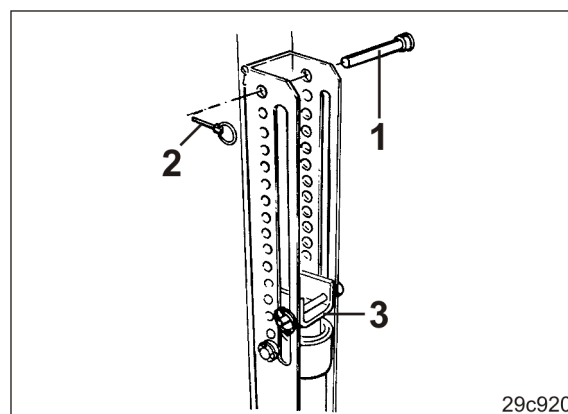

Fig. 181
3. Enficher l'axe (Fig. 181/1) au dessus de la butée (Fig. 181/3) dans un alésage du segment perforé et le bloquer avec une goupille d'arrêt (Fig. 181/2).